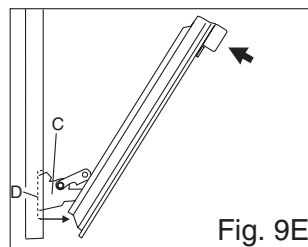

Fig. 9E
- 4) En s'aidant des deux mains, exercer une légère pression de la porte vers l'intérieur, ce qui va permettre aux charnières « C » de se décrocher des œilletons « D » (voir Fig. 9E), puis tirer vers soi la porte jusqu'à ce qu'elle se décroche du four.